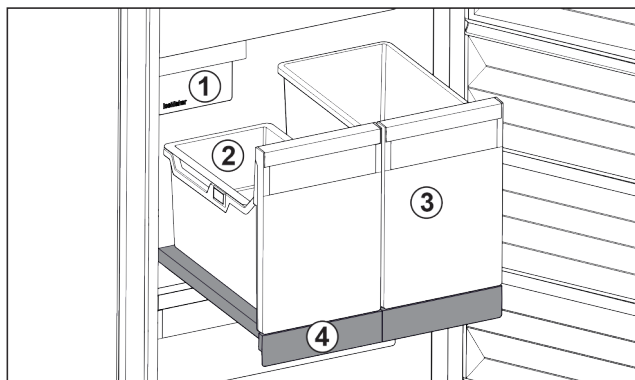

Fig. 99 Wyszwana p3tka z IceTower
Na wyszwanej p3tce znajduj3 si3 dwa wysokie pojemniki (IceTower). W pojemniku Fig. 99 (2) zbierane i przechowywane s3 kostki lodu z IceMaker. Pojemnik Fig. 99 (3) nadaje si3 do przechowywania wysokich artyku33w spożywczych, takich jak pizza i napoje alkoholowe.